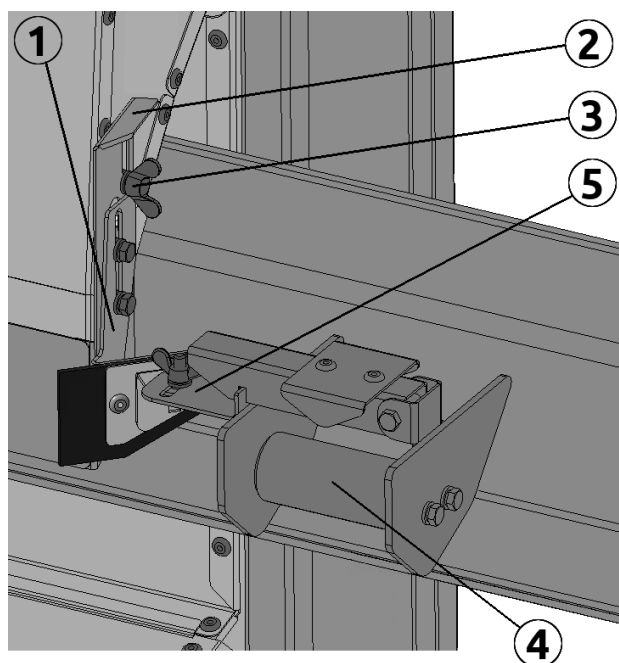

Рисунок 3.11
Для дозирования кормов (рис. 3.11) в лотке используется дозатор (1), установленный на сопле бункера каждого яруса. Регулировка нормы распределения корма осуществляется с помощью подъема или опускания шибера (2) дозатора относительно дна кормового лотка. Для этого необходимо отпустить винт фиксации шибера (3), установить необходимый зазор до днища. После регулировки - затянуть фиксирующий винт.